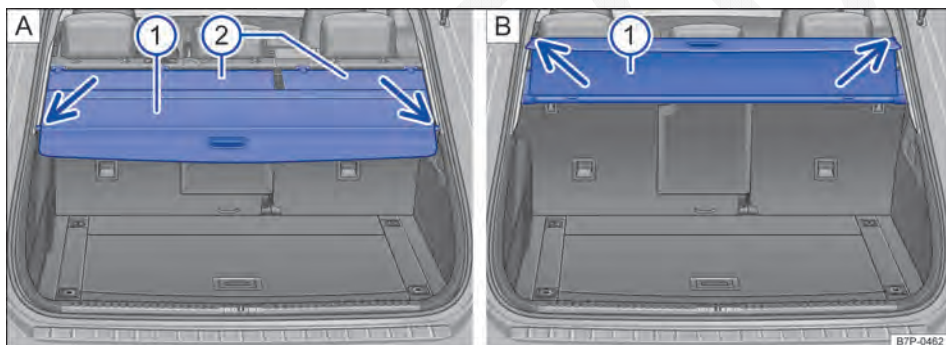
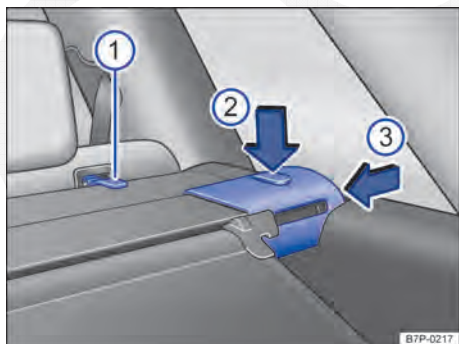

Fig. 125 No compartimento de bagagem: cobertura do compartimento **A** fechada e **B** na posição de conforto.
Fig. 126 No compartimento de bagagem: desinstalar cobertura do compartimento de bagagem.
- Puxar a cobertura do compartimento de bagagem ⇒ Fig. 125 ① pela alça um pouco para trás.
- Desprender a cobertura do compartimento de bagagem dos suportes laterais ⇒ Fig. 125 **A** (setas) para baixo e conduzir a cobertura do compartimento de bagagem manualmente para frente.
- Puxar a cobertura do compartimento de bagagem enrolada ① para trás, de maneira uniforme.
- Prender a cobertura do compartimento de bagagem nos suportes laterais à direita e à esquerda ⇒ Fig. 125 (setas).
A cobertura do compartimento de bagagem pode ser colocada em uma posição mais alta que facilita o carregamento ⇒ Fig. 125 B.
- Se for o caso, desenganchar a cobertura da abertura ② A dos olhais de retenção dos encostos do banco traseiro ⇒ Fig. 126 ①.
- Pressionar o botão de destravamento ② para baixo no sentido da seta e comprimir a cobertura do compartimento de bagagem ③ no sentido da seta.
- Colocar primeiramente a cobertura do compartimento de bagagem ⇒ Fig. 125 ① no alojamento esquerdo.
- Pressionar o botão de destravamento ⇒ Fig. 126 ② para baixo e comprimir a cobertura do compartimento de bagagem ③.
- Se for o caso, enganchar novamente a cobertura da abertura ⇒ Fig. 125 ② A nos olhais de retenção dos encostos do banco traseiro ⇒ Fig. 126 ①.